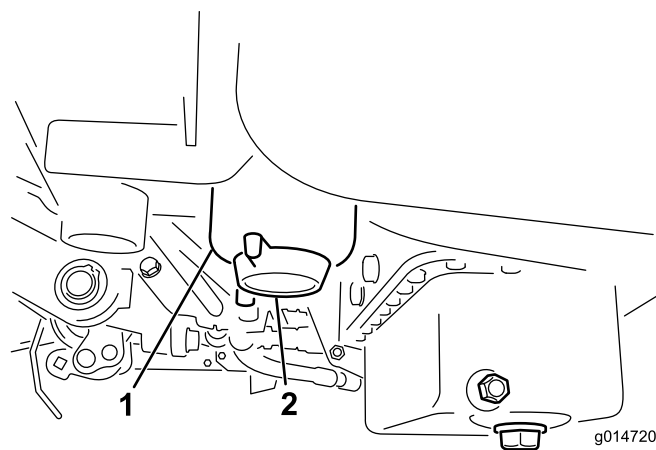

图30
- 打开燃油滤清器上的排油塞，大约旋转一周，排干积水（图30）。排干之后拧紧排油塞。